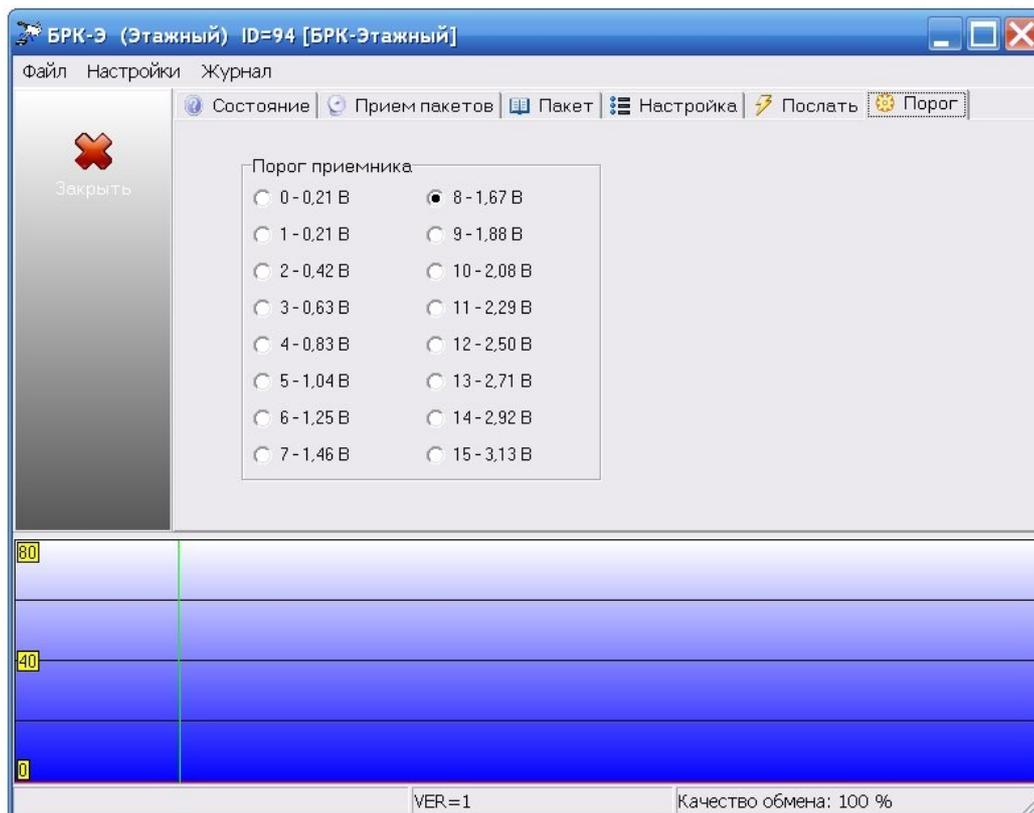

Рисунок 16
4) Выбрать в таблице БРК-Э с требуемым адресом. В открывшемся окне выбрать вкладку «Порог» и установить значение порога приема интерфейса СОС-95 (рисунок 16). Порог зависит от длины линии связи: если линия длинная, то устанавливают малое значение порога, если короткая — то большое. При установке нового значения порога, при котором нет ответа от БРК-Э, программа автоматически возвращается к старому значению порога.